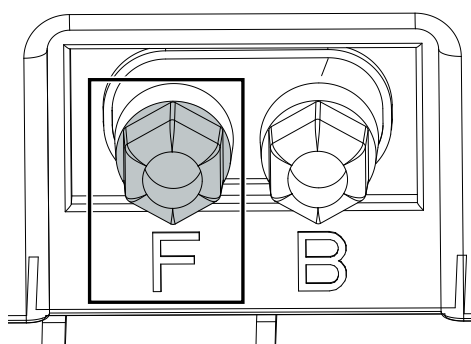

Рис. 10 Подключение ограничительного кабеля (2 шаг)
8. Подсоедините конец кабеля к левой (красной) клемме (см. Рис. 10).